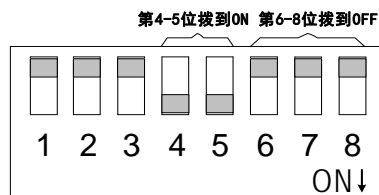

图 3.1 电机学习的拨码开关配置
- 2) 对于初次使用的电机，或电机相线或霍尔信号线接线顺序调换，应使用拨码开关将信号源配置为内置程序，工作模式配置为电机学习(如何配置信号源和工作模式见表 2.3 和 表 2.4)，如图 3.1 所示。